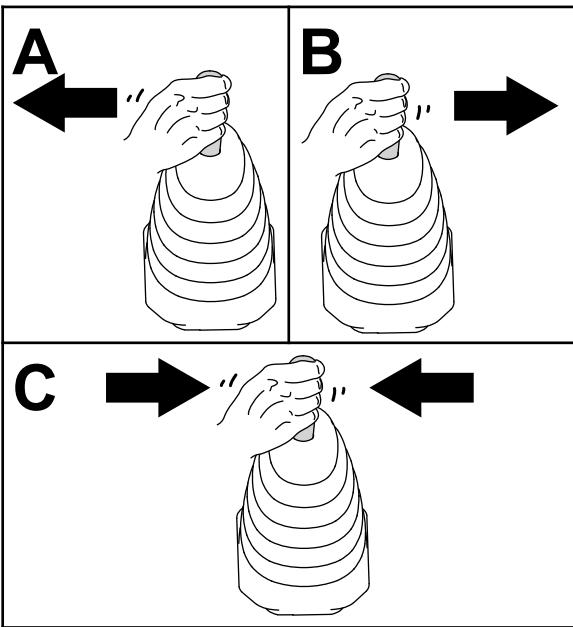

図 53
4. ローダ用ジョイスティックを左右に動かし、次に後ろに動かし、その後ニュートラルに戻すこれで油圧カプラに掛かっている圧力が解放される図 53。